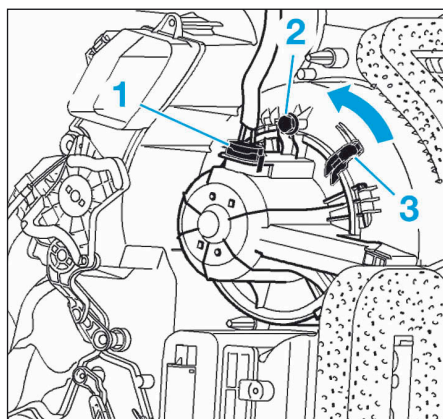

FIG.14
- Débrancher le connecteur (1) (Fig.14).
- Déposer la vis (2).
- Tirer légèrement sur la languette (3), puis tourner d'un quart de tour le motoventilateur dans le sens antihoraire.